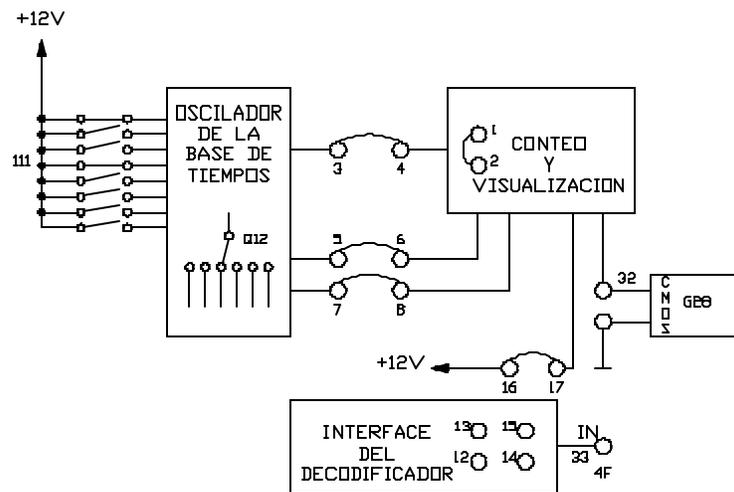

Figura 9
- Hacer la conexiones de la figura 9, conectando en el borne 32 la salida CMOS del módulo G28 del motor de cc.